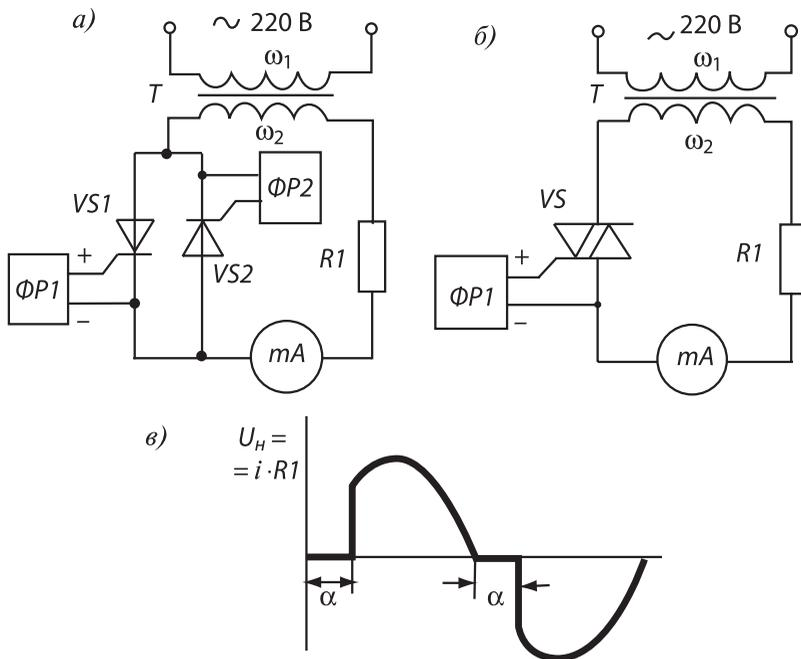

Рис. 6.4
24. Собрать схему рис. 6.4, а.
24. Собрать схему регулятора (рис. 6.4, б)